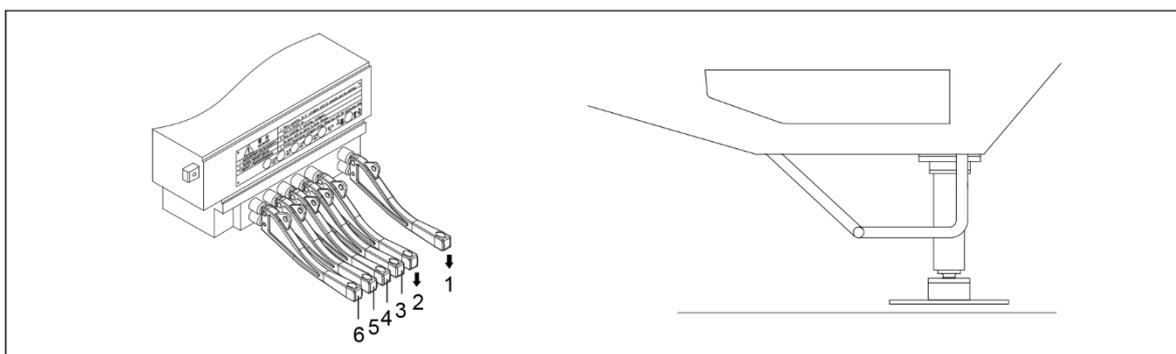

Figura 4-22 Extensão da quinta patola
- 2) Mova a alavanca 1 para baixo até que a quinta patola esteja a 5 – 10 mm do solo. Consulte a figura 4-22.